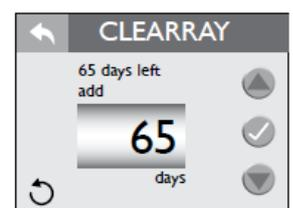

Figura 6.6c
1. No Menu “Water Care” (Cuidados com água), você pode configurar o temporizador da lâmpada UV de **CLEARRAY**, Figura 6.6c.